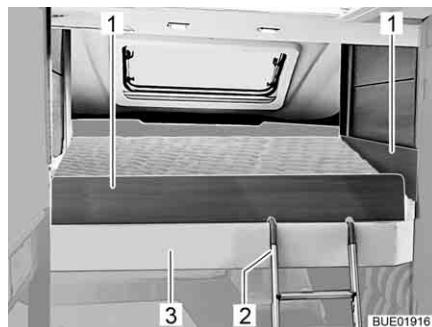

Bild 106 Hubbett mit Sicherungsplatten
- ▷ Um unbeabsichtigte Fehlbedienung zu verhindern, kann der Schlüssel im Schlüsselschalter (Bild 106,1) abgezogen werden. Dazu muss der Schlüssel entgegen dem Uhrzeigersinn zurückgedreht werden.
- Sicherungsplatten (Bild 106,1) zwischen Matratze und Bettumrandung (Bild 106,3) stecken.
- Beide Bügel der Aufstiegsleiter (Bild 106,2) in die Bettumrandung (Bild 106,3) einhängen.
- Aufstiegsleiter (Bild 106,2) aus der Bettumrandung (Bild 106,3) aushängen.